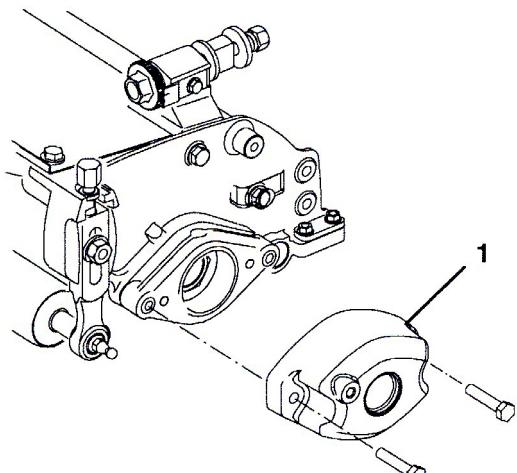

図14
- B. カウンタ・ウェイトをカッティングユニットの左側に固定しているキャップスクリュ(2本)を取る。カウンタ・ウェイトを取り外す (図14)。